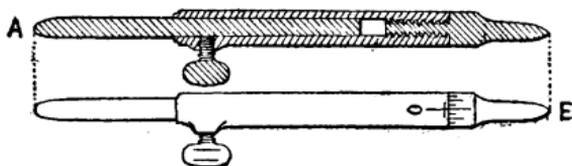

Fig. 306.
**JAUGE MOBILE.** — Cette jauge (fig. 306) doit être faite avec précision et surtout ne pas avoir de